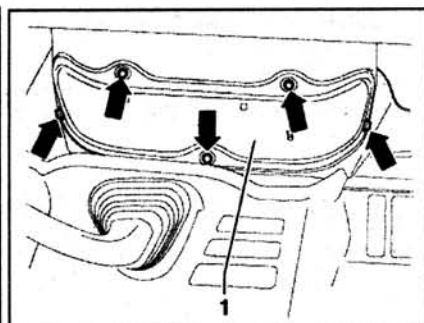

Рис. 2.2. Снимите крышку для проведения технического обслуживания.
2. Снимите крышку для проведения технического обслуживания (рис. 2.2).